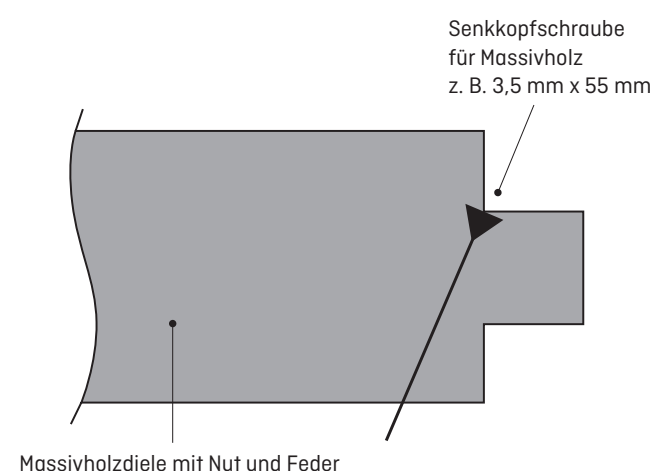

Abb. 2: Befestigung von Massivholzdiele in der AGEPAN® TEP
- Hobeldielen können direkt in die MDF-Feder gemäß Abb. 2 verschraubt werden